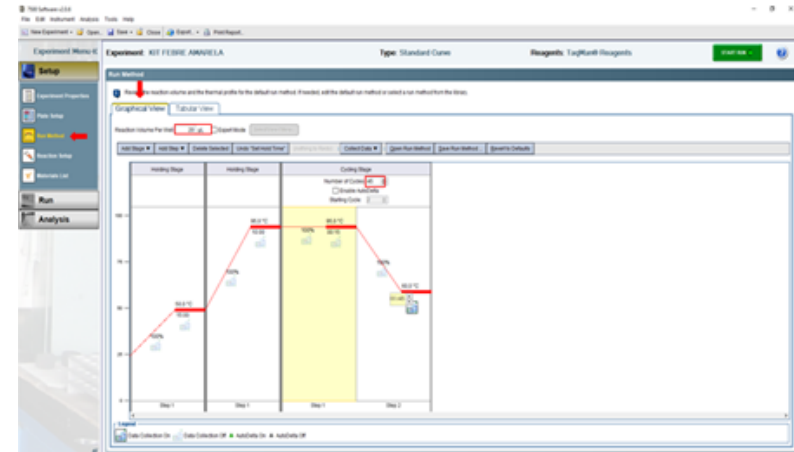

Figura 06: Página **Run Method** da seção **Setup**.
- No submenu **Run Method**, aba **Graphical View**, alterar o volume de reação para 20 µL em **Reaction Volume Per Well**, conforme Figura 06: